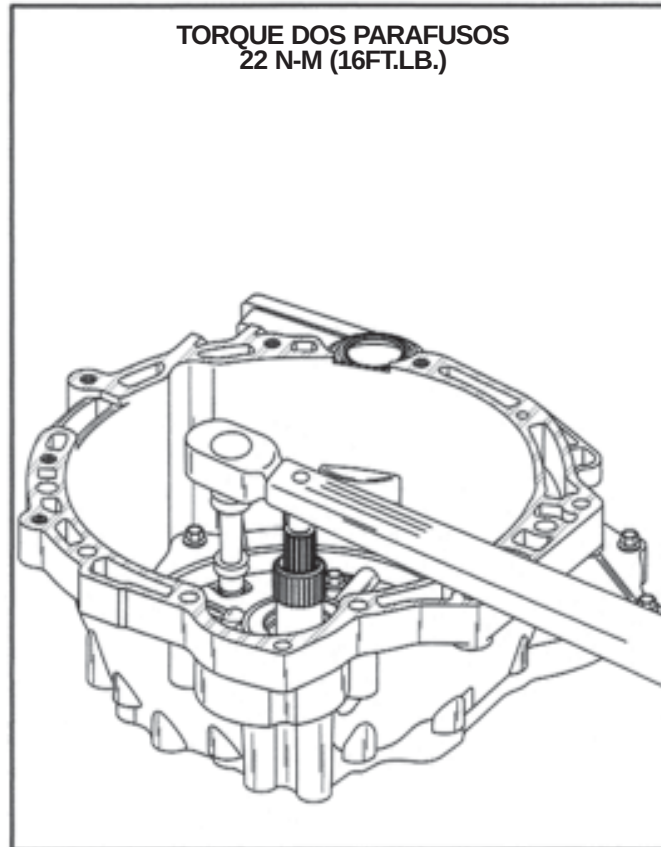

Figura 188
70. Aperte os parafusos da bomba de óleo/carcaça com torque de 22 N-m (16ft.lb.), conforme ilustrado na Figura 188.